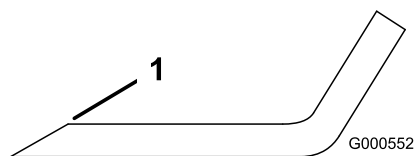

Figura 64
1. Folosiți o pilă pentru a ascuți marginea de tăiere la ambele capete ale lamei (Figura 64).
Notă: Dacă lama nu este echilibrată, piliți numai din capătul suprafeței velice (Figura 64).